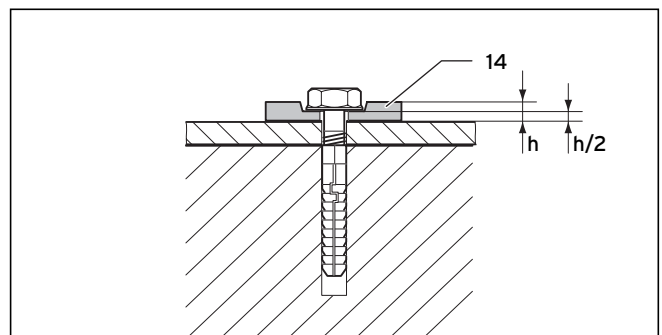

Рис. 5.54 Крепление гибкими подкладными шайбами
Обязательно используйте 4 гибких подкладных шайбы (14), чтобы можно было сбалансировать растяжение материала. Спрессуйте подкладные шайбы на 50 %, см. рис. 5.54.